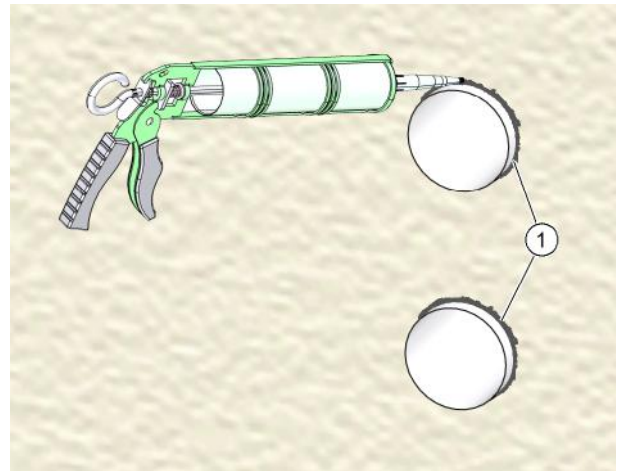

Abb. 31: Lüftungsrohre an der Außenwand abdichten
- ▶ Fäsen Sie beide Rohrdurchbruchkanten (Pos. 1 in Abb. 31) mit ca. 5x45° ab, um einen Freiraum für die Dichtungsfugen mit dauerelastischem Dichtstoff zu schaffen.